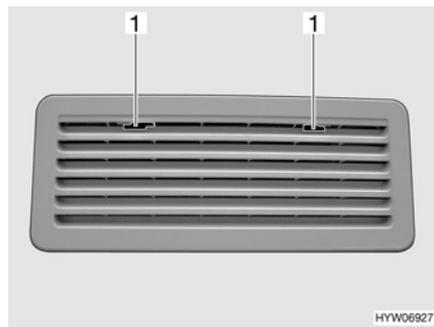
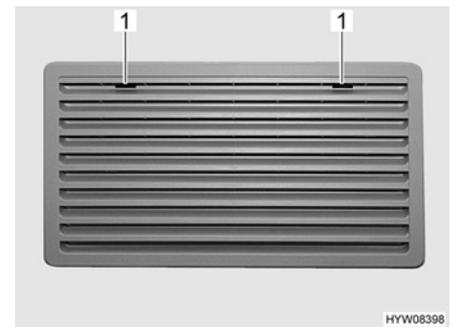

Fig. 95 Rejilla de ventilación del frigorífico (Thetford)
Fig. 96 Rejilla de ventilación del frigorífico, grande (Thetford)
- Deslizar el bloqueo (Fig. 95,1 ò Fig. 96,1) hacia el centro.